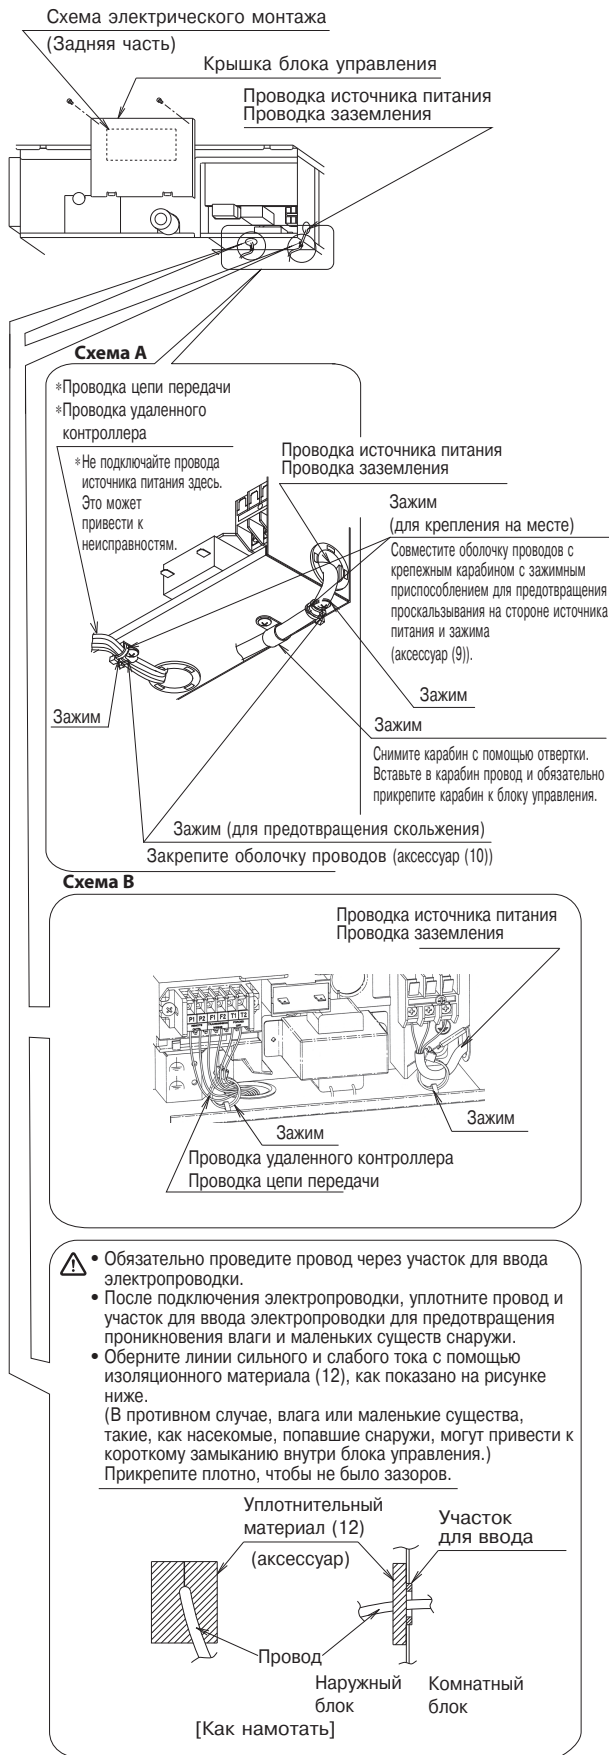

Рис. 17
Прочно закрепите кабели зажимами (9) (10), предлагаемыми в качестве аксессуаров, как показано на рис. 17, чтобы в местах соединения кабелей не было натяжки.
- Подключайте провода только после снятия крышки блока управления, как показано на рис. 17, см. схему А или В в зависимости от типа агрегата.
- При креплении проводки, используйте входящее в комплект поставки зажимное приспособление (9) и (10), показанное на рис. 17, для предотвращения воздействия чрезмерного внешнего давления на соединения проводки, и крепко затяните зажимы.